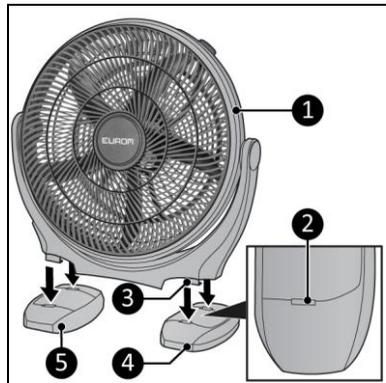

Abbildung 3
1. Klicken Sie den linken Sockel (Abbildung 3, Pos. 4) und den rechten Sockel (Abbildung 3, Pos. 5) in den Schlitz (Abbildung 3, Pos. 2) unter der Basis (Abbildung 3, Pos. 3). Die Montage der Sockel steht auf den Sockeln beschrieben.